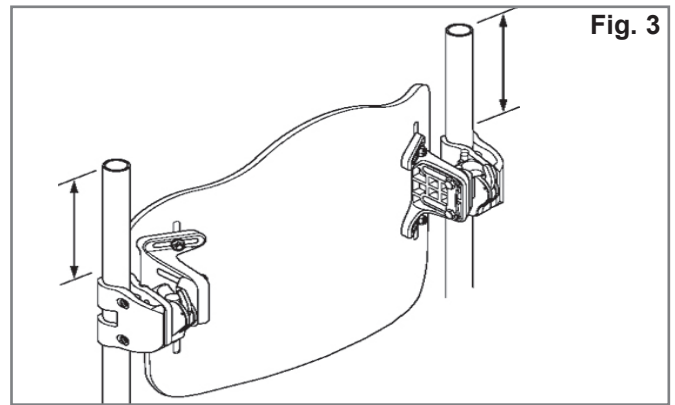
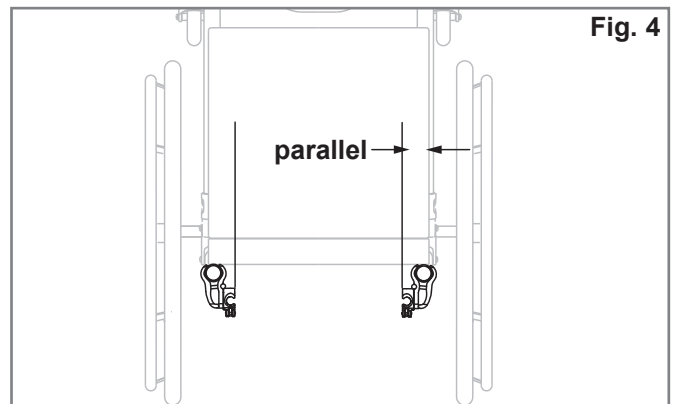

Fig. 3
Fig. 4
### Anbringen der Halterungen (Fig. 3, 4, 5)
2. Legen Sie die Position der Halterungen für den Rücken an den Rückenrohren fest. Sie sollten sich an beiden Seiten auf gleicher Höhe befinden (Fig. 3) und parallel zum Sitzrahmen (Fig. 4). Eine Position weiter oben an den Rückenrohren ist in der Regel vorteilhafter.